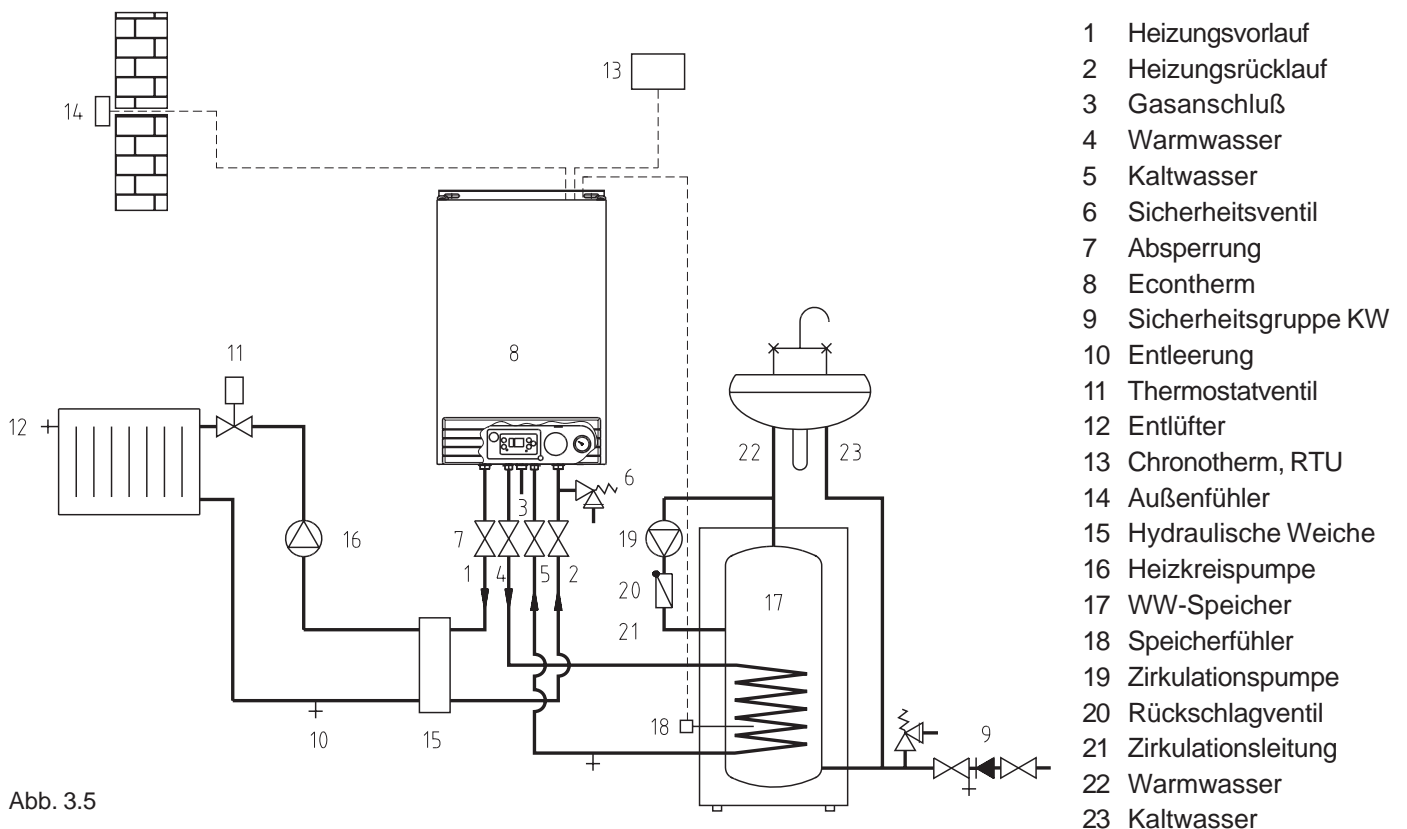

Abb. 3.5
Reicht die Pumpenrestförderhöhe nicht aus (siehe Kap. 3.5) oder werden mehrere Heizkreise angeschlossen, müssen eine Hydraulische Weiche (15) und eine **zweite Heizkreispumpe** (16) installiert werden (Abb. 3.5). Für den elektrischen Anschluß der zweiten Heizkreispumpe wird der Pumpenverdrahtungsbausatz benötigt. Beim Einsatz eines gemischten Heizkreises muß die Gerätepumpe durch ein Pass-Stück ersetzt werden.